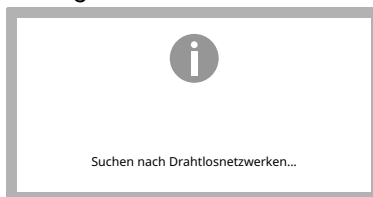

Abbildung 7 – Beispieleinrichtung für Connect
4. Um die Verbindung zu testen, wählen Sie erneut die Option „Verbindungskonfig.“ und drücken Sie die Schaltfläche „Verbindung testen“ am unteren Rand des Bildschirms (siehe Abbildung 7).